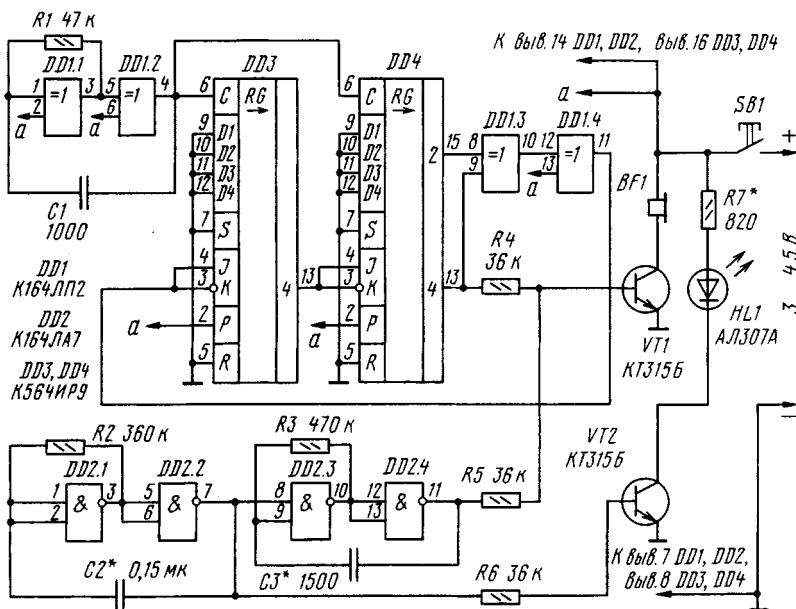

рис.4
**Имитатор звуков стрельбы** описан в статье **Д.Панкратьева** ("Радио", 6/99, стр.54). Он предназначен для использования в электронных игрушках. Особенность имитатора – цифровой синтез звука. На элементах DD1.1, DD1.2 (рис.4) собран задающий генератор с рабочей частотой 7500 Гц, на элементах DD2.1, DD2.2 – инфразвуковой генератор (с частотой 10 Гц), управляющий работой тонального генератора на элементах DD2.3, DD2.4 (с частотой 750 Гц). Шумовой и модулированный тональный сигналы поступают на сумматор на резисторах R4 и R5 и далее на усилитель звуковой частоты на транзисторе VT1. "Стрельба" сопровождается вспышками светодиода HL1.